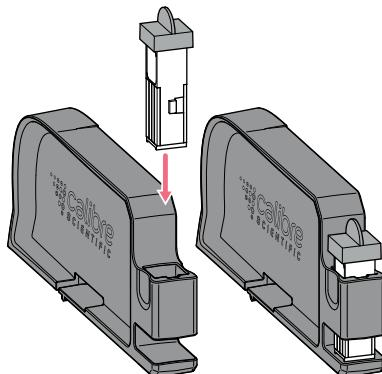

Imagen 5-3: Insertar la cubeta de electroporación
6. Colocar la cubeta de electroporación en el alojamiento de la unidad enchufable con la punta sobresaliente de plástico señalando hacia atrás (Fig. 5-3 en pág. 68).